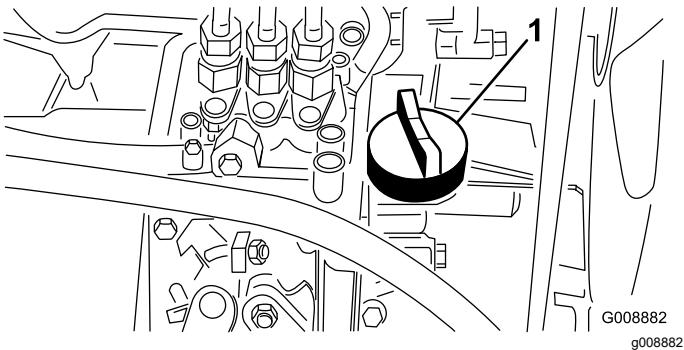

Figura 60
- Si el nivel de aceite es bajo, retire el tapón de llenado (Figura 60) y añada poco a poco pequeñas cantidades de aceite, comprobando